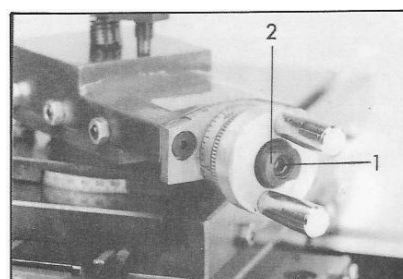

Fig 28
Lösen Sie den Gewindestift (1, Fig 28). Die Mutter (2) nachstellen bis die Spindel in der axialen Richtung kein Spiel mehr aufweist. Die Mutter mit dem Gewindestift wieder klemmen.